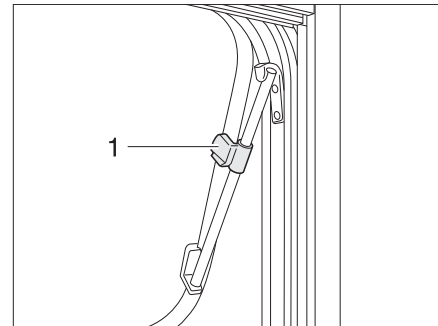

Fig. 57 Fenêtre projetante avec bras pivotants, ouverte
- Ouvrir la fenêtre projetante jusqu'à la position voulue et la bloquer avec la molette (Fig. 57,1).
- Tourner la molette (Fig. 57,1) jusqu'à ce que le dispositif de blocage soit libéré.